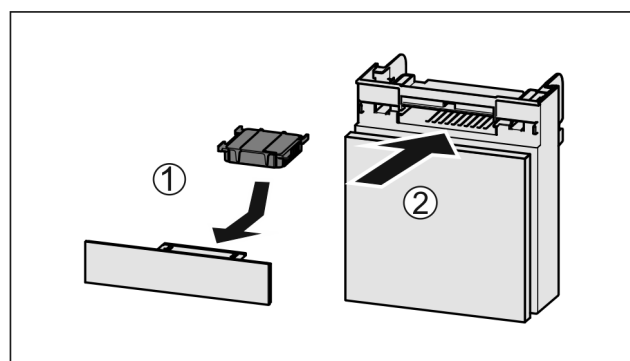

Fig. 200
- Vendosni filtrin me karbon aktiv siç tregohet në figurë Fig. 200 (1).
- Futni kutinë në vend Fig. 200 (2).